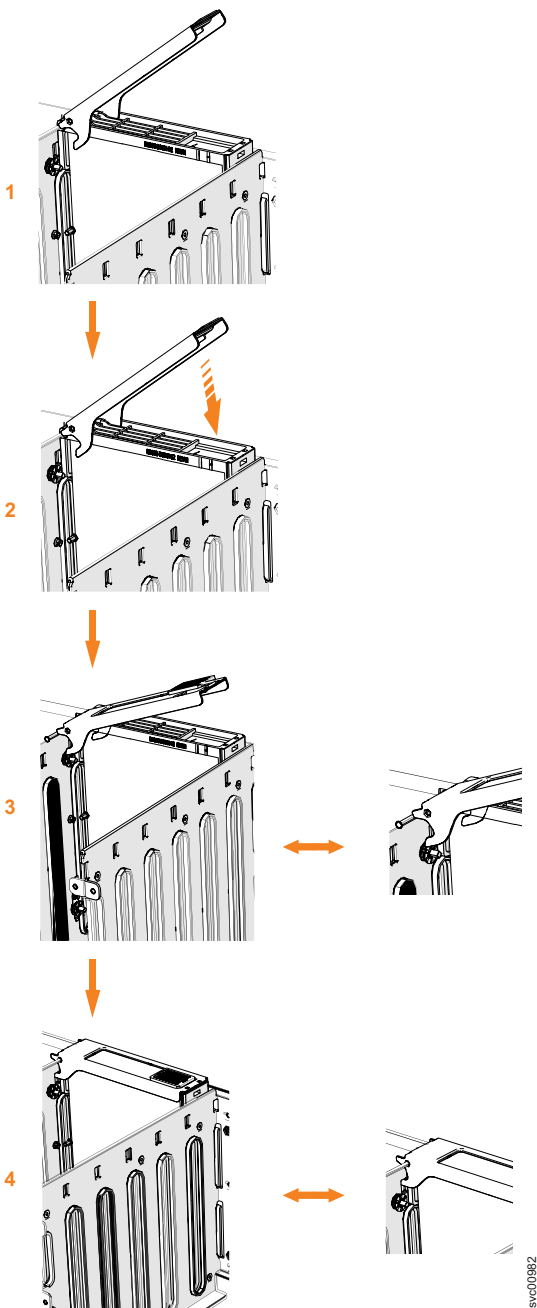

Abbildung 75. Plattenlaufwerk austauschen
6. Stellen Sie sicher, dass der Laufwerkhalterungsgriff ( **1** in Abb. 75 auf Seite 84) der Laufwerkbaugruppe in der geöffneten (entsperrten) Position ist.
8. Drücken Sie das Laufwerk vorsichtig nach unten, bis es stoppt. Die Unterseite der Verriegelung muss an der Oberseite der Trennwand ausgerichtet sein. Stellen Sie sicher, dass der Griff nicht mehr als 45 Grad vom Laufwerkswagen geöffnet ist ( **2** in Abb. 75 auf Seite 84).
9. Drehen Sie den Griff nach unten, um die Laufwerkbaugruppe im Chassis zu verriegeln (siehe **3** in Abb. 75).
11. Stellen Sie sicher, dass die obere Spitze der Verriegelung ebenfalls vollständig eingekuppelt ist ( **4** in Abb. 75 auf Seite 84).